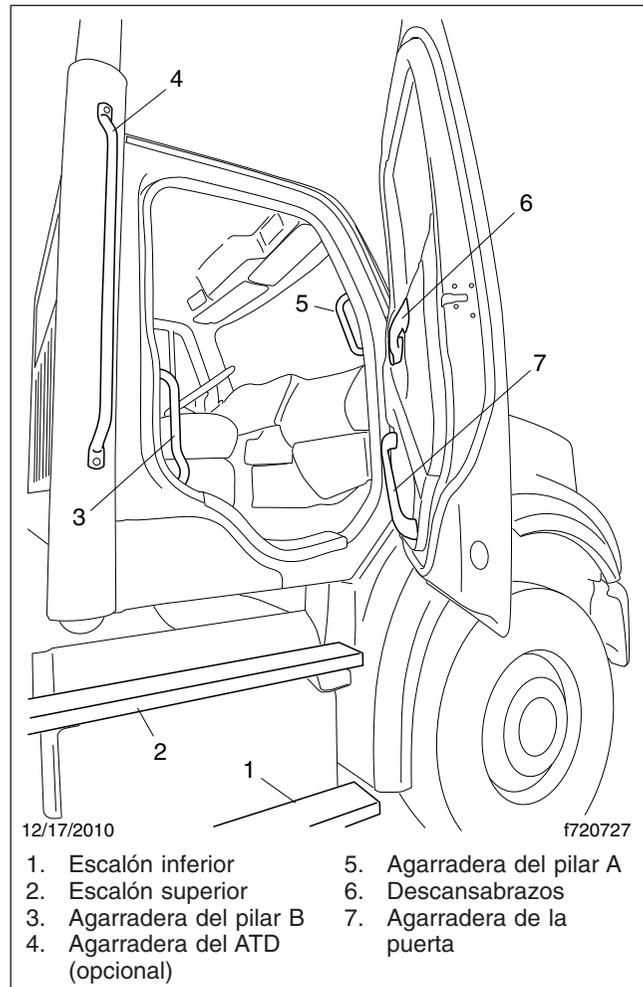

Figura 2.5, Sistema de acceso a la cabina del lado del pasajero y a la parte trasera de la cabina
2. Use la mano izquierda en la agarradera del pilar B. Vea la **Figura 2.5**.
2. Sujete con las dos manos la agarradera del pilar A, y luego ponga el pie derecho sobre el peldaño superior mientras se levanta del asiento, mirando de frente al interior de la cabina. Vea la **Figura 2.5**.